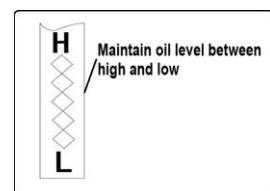

Figure 35
4. Снова выньте щуп. Обратите внимание на уровень масла. если показания масла на щупе ниже "L" отметки, медленно добавьте масло, чтобы достичь "H" уровня. Не превышайте уровень "H". Figure 35.